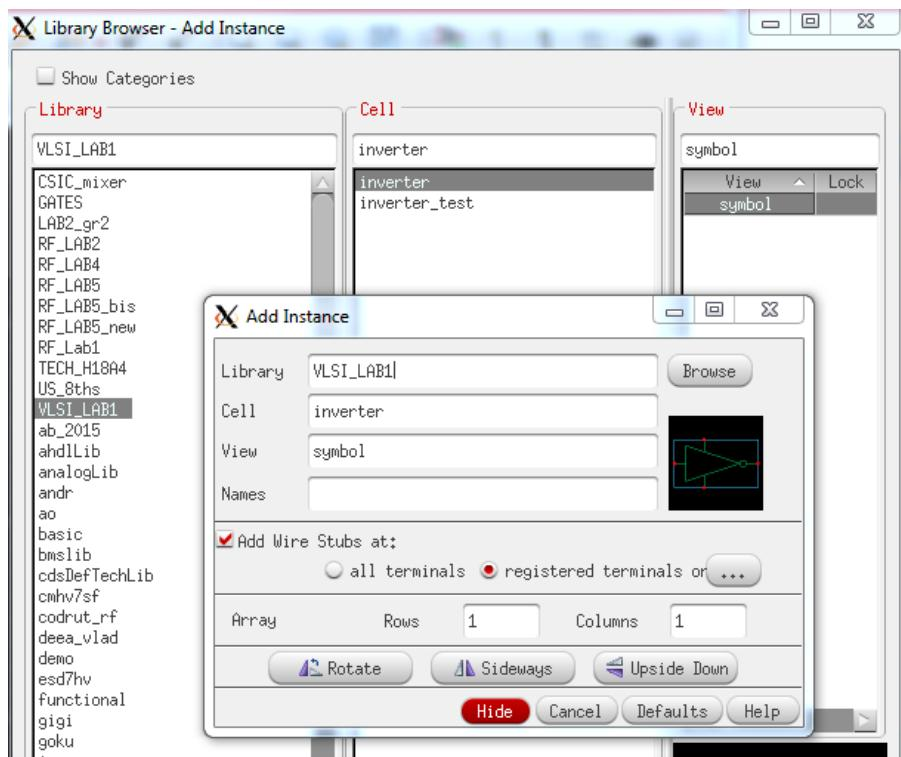

Figura A.26: Virtuoso - Testbench Inverter.
1. Se crează un nou *cellview* de tipul *schematic* (vezi Figure A.26),